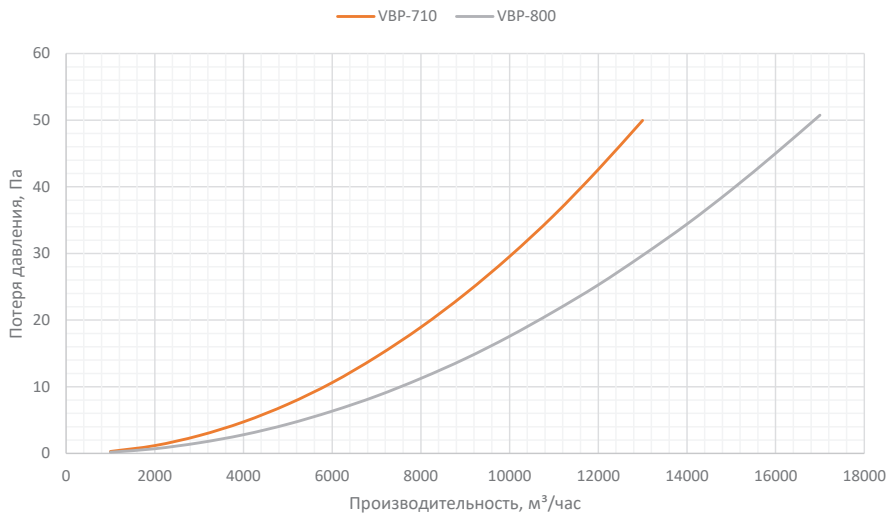

Рис. 5 - График производительности по воздуху каминов серии VBP при максимальном градусе открытия.
3.7 Основные технические параметры каминов приточных пассивных типа VBP с управляемым клапаном и с управляемым двухстворчатым рассекателем воздуха (Таблица 1, Рис. 5).